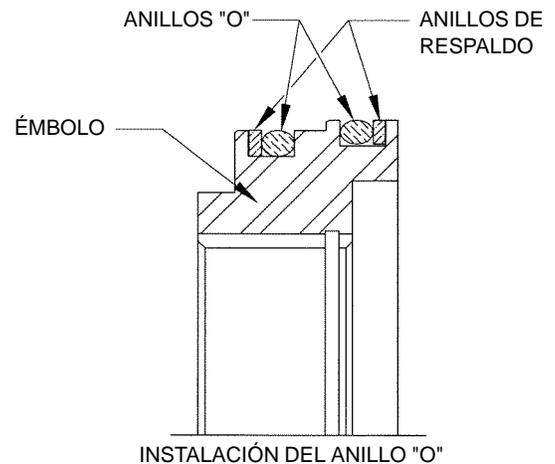

FIGURA 8
1. Instale los anillos de respaldo y los anillos "O" (vea la Figura 8) en el émbolo. Lubrique el interior del cuerpo del émbolo con un aceite de baja viscosidad. Instale el émbolo en la caja. Asegúrese que el pasador hueco (18) quede orientado en el sentido correcto (vea la Figura 8).